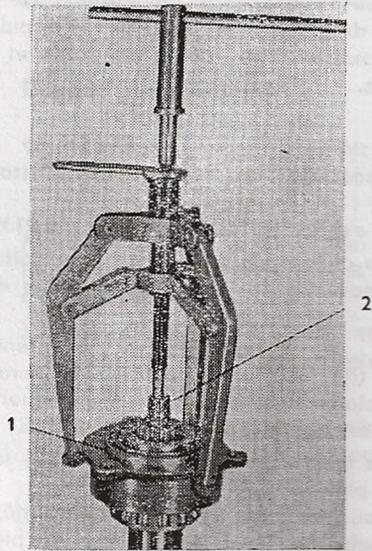

Fig. 106
4. A l'aide de l'extracteur tous usage (fig. 106), extraire la bague (fig. 106/1) de l'arbre du pignon d'attaque (fig. 106/2) en bloc avec les roulements à rouleaux coniques.